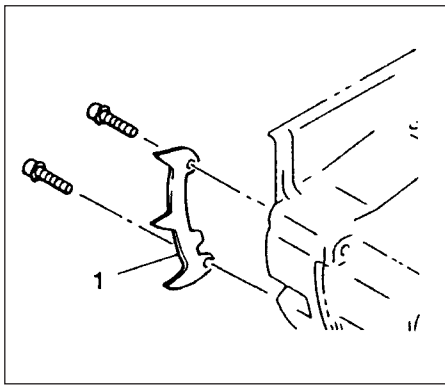

Рис.1-0
* Установить шипованный буфер (1) (если имеется) на аппарате посредством двух винтов. (Рис. 1-0)